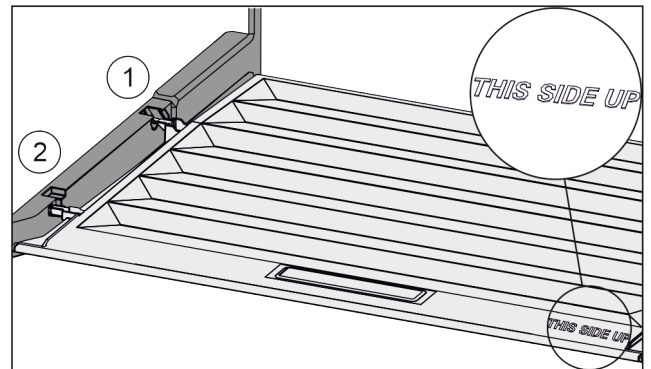

Fig. 112
- ▶ Introduire les rainures du couvercle par l'orifice du support arrière Fig. 112 (1) et les enclencher à l'avant dans le support Fig. 112 (2).